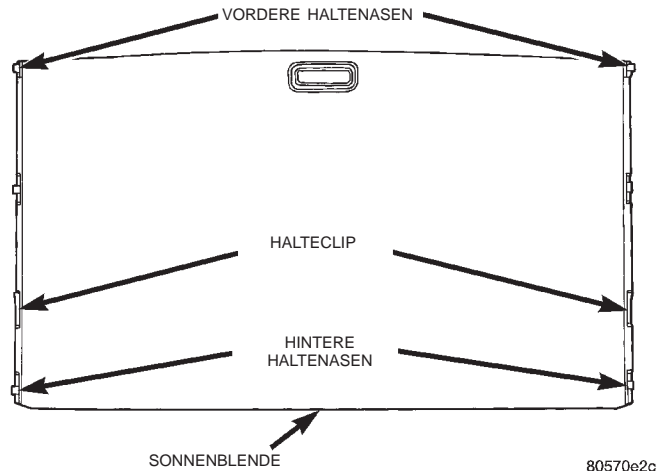

Abb. 11 Sonnenblende
- (1) Windabweiser, die Abdeckungen des Schiebedachmechanismus und das Glasdach abbauen.
- (2) System ganz nach hinten schieben.
- (3) Sonnenblende ganz nach vorn schieben und die vorderen Haltenasen aus der Schieneneinheit lösen.
- (4) Die vorderen und hinteren Halteclips nach innen drücken und die Sonnenblende herausheben (Abb. 11).